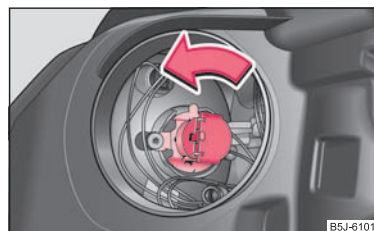

Fig. 170 Dépose de l'ampoule pour feu de route
- Faire tourner la fiche avec l'ampoule à fond vers la gauche ⇒ fig. 170 et la sortir.